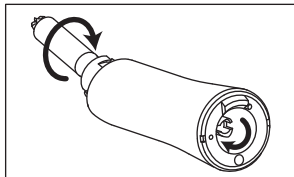

Fig. 10
- 2) Gire la transmisión en el extremo del eje impulsor para confirmar que está encajada. (Fig.10)